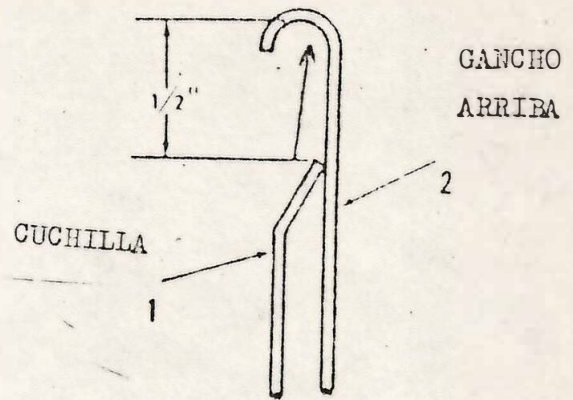

FIGURA 7
Cuando se haga este ajuste permita un juego de 1/2 pulgada para la cuchilla grifa (1) fig. 7 por debajo del vertical (2). El movimiento vertical total de la grifa debe ser la apertura de la calada (9) fig. 5, más 1/2 pulgada de movimiento de la grifa por debajo del vertical como se ilustra en la figura 7.
Ajuste la longitud de las varillas (1) y (5) fig. 4, de tal manera que la arista superior de las grifas estará aproximadamente 1/2 pulgada por debajo del gancho en el final superior de los verticales. La figura 7 ilustra esta condición. Cuando se hace este ajuste, el cigüeñal triple asume la posición ilustrada en la fig. 12 con la posición de los paradores (1) y (2) fig. 6, invertida para cada una de las dos grifas.